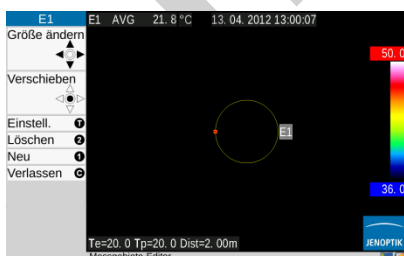
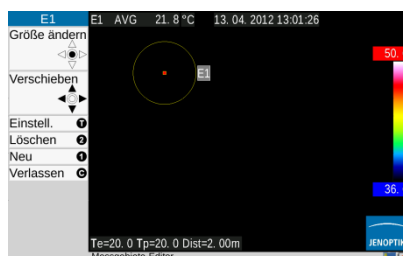

Abb. 127 Ellipse – Form ändern
Abb. 128 Ellipse – verschieben
Das im Untermenü Editor unter "Neu" ausgewählte Messobjekt "Ellipse" wird zunächst als Kreis in der Bildmitte angezeigt. Die Veränderung der Form erfolgt wiederum mit dem Joystick  (rote Markierung auf Linie, siehe Abb. 127), die Lageveränderung ist nach Enter möglich (rote Markierung in Kreismitte, siehe Abb. 128). Eine weitere Ellipse kann mit ① angelegt werden.